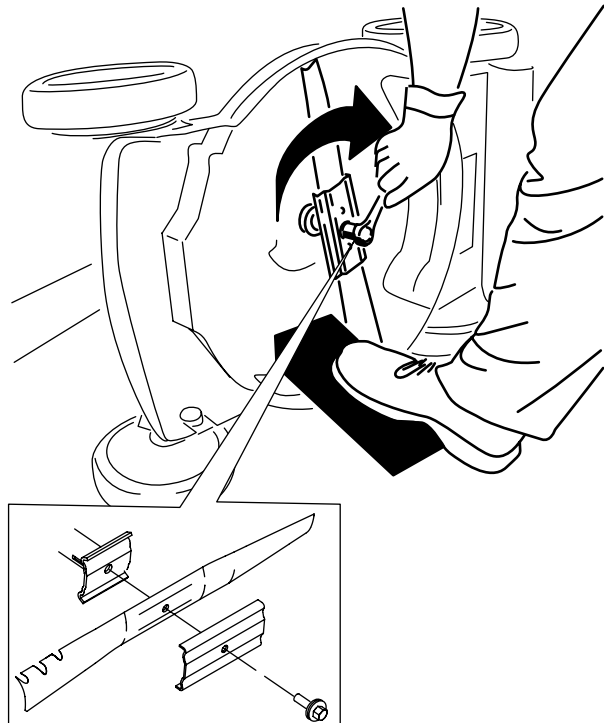

Bild 21
4. Setzen Sie das neue Messer und alle Schrauben auf (Bild 21).